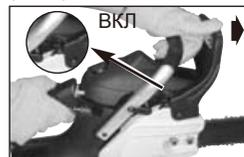

Рисунок 7B
2. **ТОРМОЗ ЦЕПИ ВКЛЮЧЕН** (цепь не двигается), когда рычаг тормоза находится в переднем положении, а фиксатор тормоза цепи находится в положении «**ВКЛ.**» В этом случае цепь не должна двигаться (рис. 7B).